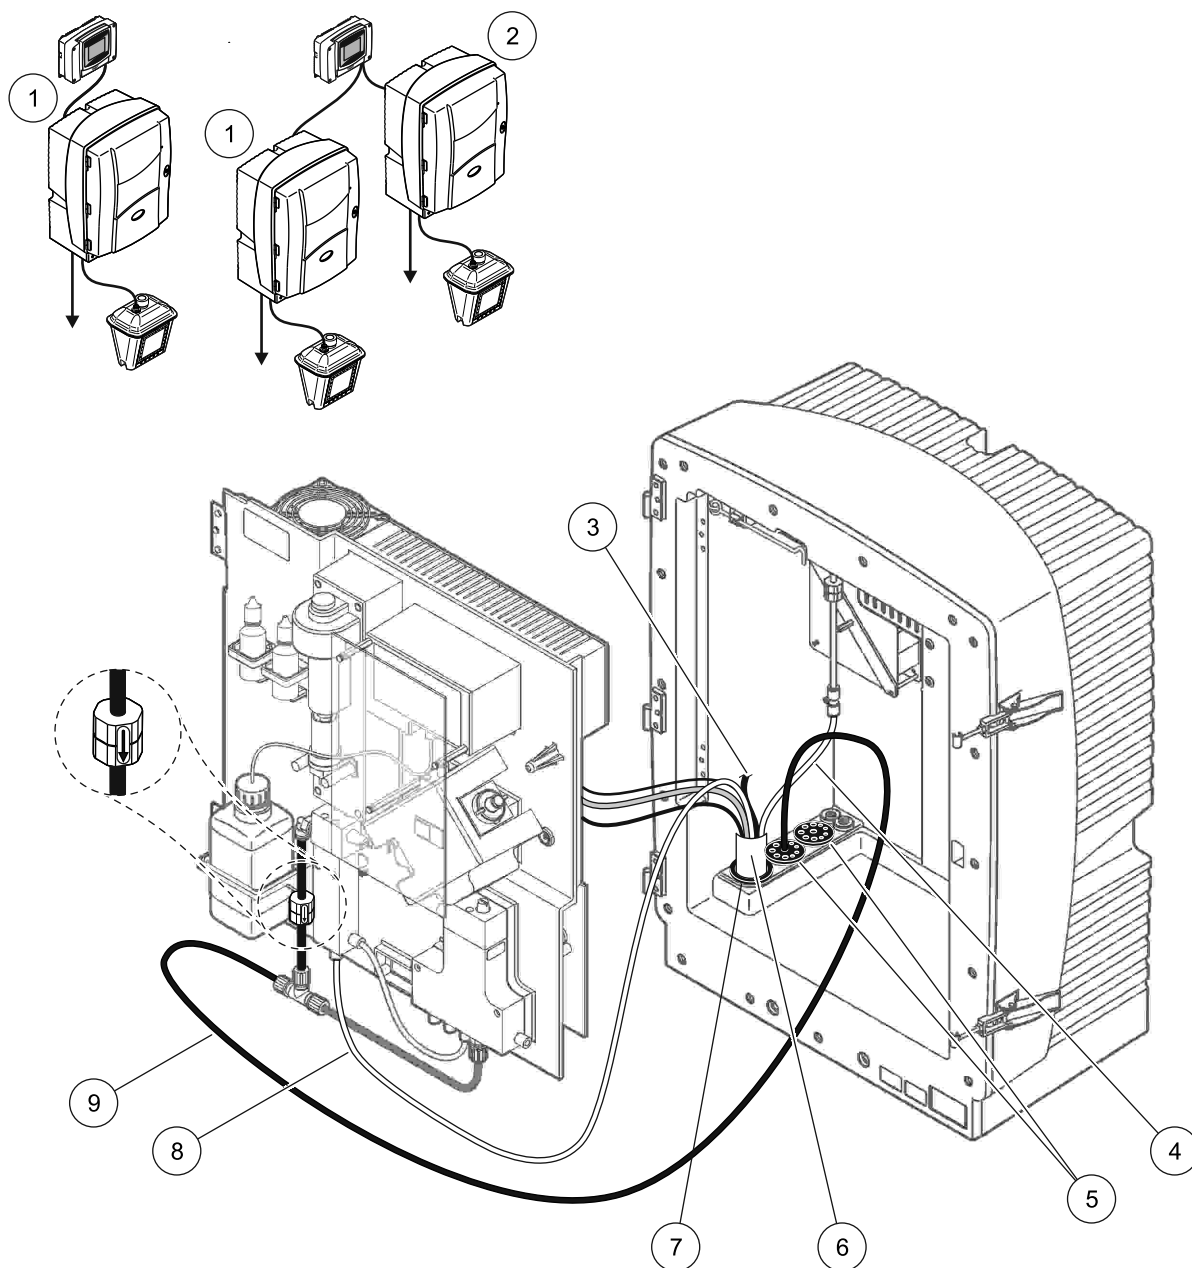

Рисунок 35 Монтаж версии 7
Для версии 7 смотрите Рисунок 35 и следующие инструкции:
2. Подсоедините шланг фильтра-пробоотборника sc (линии проб, электрокабели, дренажная трубка) через отверстие в анализаторе (Рисунок 35, позиция 6). Для фиксации используйте уплотняющую заглушку #2.